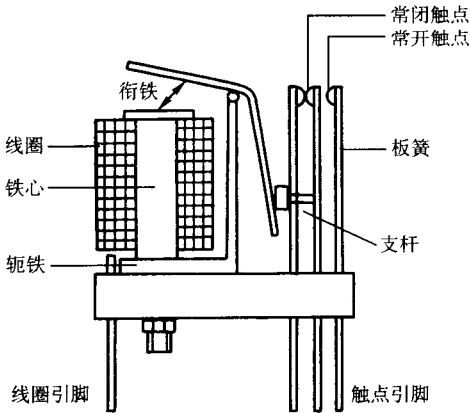

图 1-2 电磁继电器结构图
1) 电磁继电器组成:它由带铁心的线圈,一组或几组带触点的簧片组成,如图 1-2 所示。